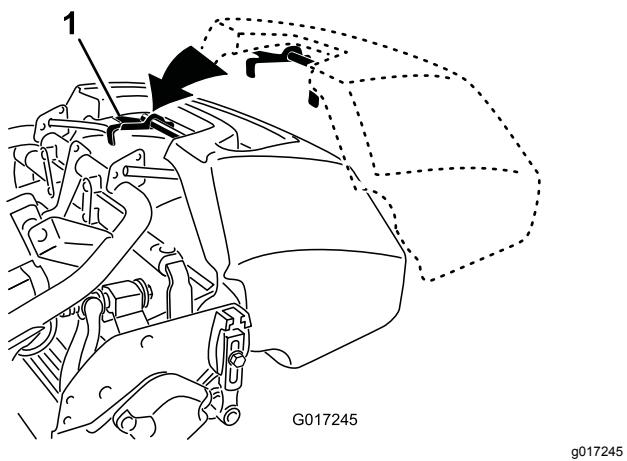

Figura 21
2. Guíe el borde del recogedor entre las placas laterales de la unidad de corte y sobre el rodillo delantero (Figura 21).
3. Instale los ganchos del recogedor sobre el reborde del bastidor (Figura 21).